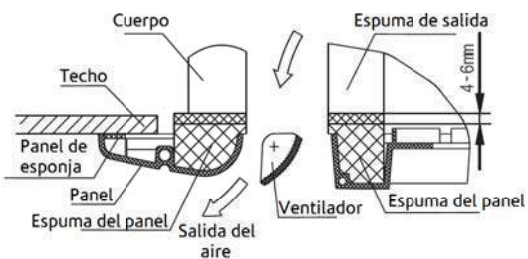

Fig. 5-13
- e. Siga apretando los tornillos bajo los ganchos del panel hasta que el grosor de la espuma entre el cuerpo y la salida del panel se haya reducido hasta 4-6mm. El borde del panel debería estar en contacto con el techo (fig5-13)